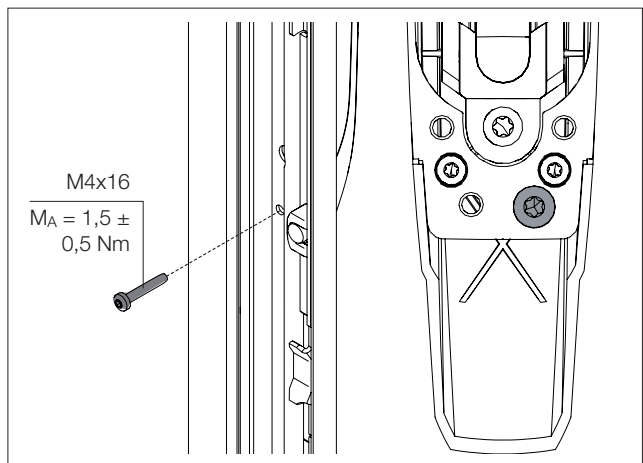
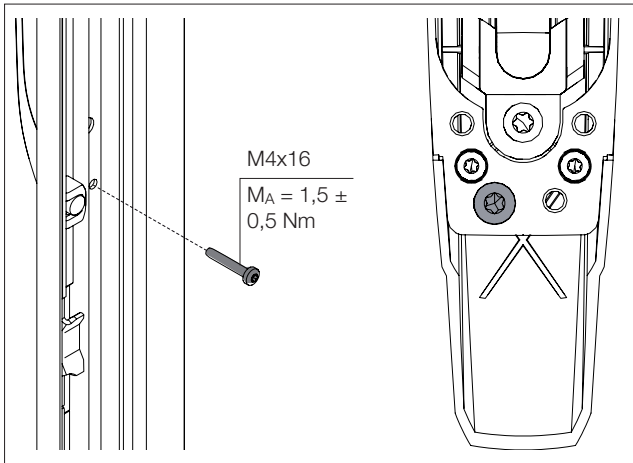

Abb. 15: Verschrauben des Komfortgriffs (Rechtsanschlag)
Abb. 16: Verschrauben des Komfortgriffs (Linksanschlag)
- Verschrauben Sie den Komfortgriff mit der Sichttür VX je nach Anschlagposition (Abb. 15 bzw. Abb. 16,  $M_A = 1,5 \pm 0,5 \text{ Nm}$ ).